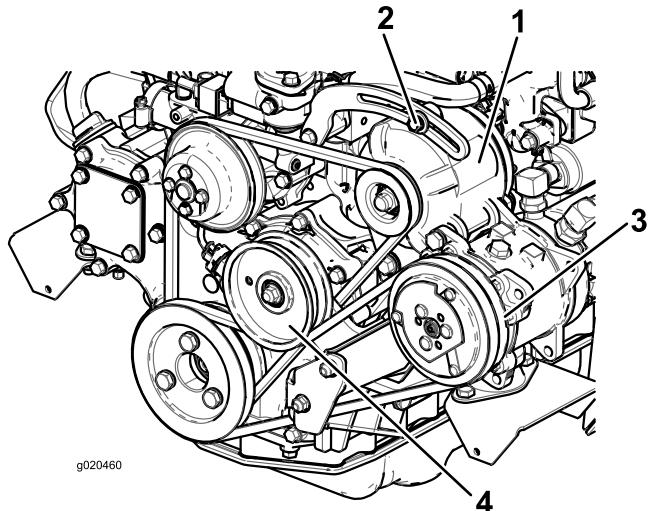

Figure 76
Si vous n'obtenez pas une flèche de 10 mm (¾ po), desserrez les boulons de fixation de l'alternateur (Figure 76).
- Si vous n'obtenez pas une flèche de 10 mm ( $\frac{3}{8}$  po), desserrez les boulons de fixation de la poulie de tension (Figure 76).